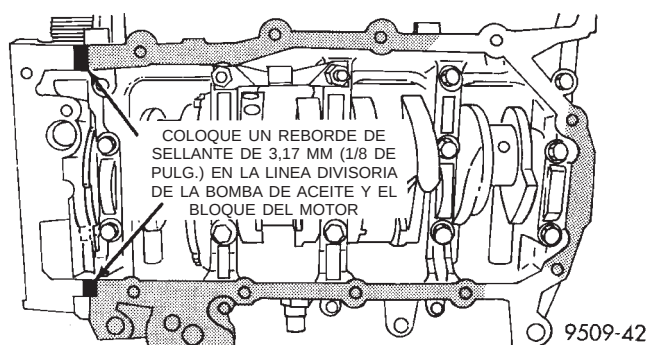

Fig. 87 Hermeticidad del colector de aceite
(1) Aplique Sellante adhesivo de goma siliconada Mopar® o equivalente en la línea divisoria entre la bomba de aceite y el bloque del motor (Fig. 87).